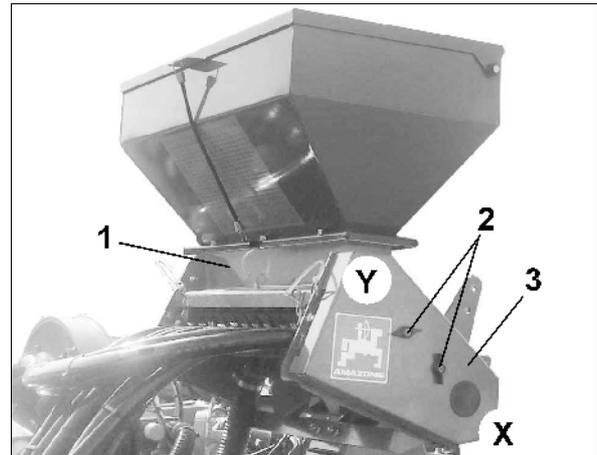

Fig. 28
1. Desserrer les écrous à ailettes (Fig. 28/2) et enlever la protection de chaîne (Fig. 28/3).